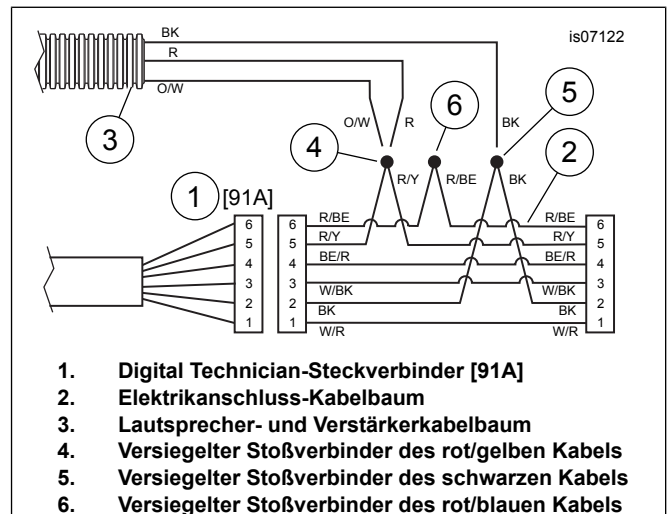

Abbildung 4. Stromlaufplan, Lautsprecher-/Verstärkerkabelbaum an Elektrikanschluss-Kabelbaum
- a. siehe Abbildung 4 Den Digital Technician-Steckverbinder [91A] (Teil 1, ein grauer, sechspoliger Deutsch-Steckverbinder mit einer Gummimanschette) unter dem Sitz suchen. Den Elektrikanschluss-Kabelbaum (2) beim Steckverbinder des Digital Technician positionieren, diese aber jetzt noch NICHT miteinander verbinden.
- b. Den Lautsprecher- und Verstärkerkabelbaum (3) zum Elektrikanschluss-Kabelbaum verlegen. Die Lautsprecher- und Verstärkerkabel ablängen, sodass die versiegelten Stoßverbinder (4 und 5) am Elektrikanschluss-Kabelbaum leicht zu erreichen sind.
- c. Das rote und das orange/weiße Lautsprecher- und Verstärkerkabel mit dem versiegelten Stoßverbinder des **rot/gelben** Kabels (4) im Elektrikanschluss-Kabelbaum verspleißen.
- d. Das schwarze Lautsprecher- und Verstärkerkabel mit dem versiegelten Stoßverbinder des **schwarzen** Kabels (5) im Elektrikanschluss-Kabelbaum verspleißen.
- f. Mit der Heißluftpistole bzw. dem Wärmestrahlungsgerät das offene Ende des versiegelten Stoßverbinders (6) auf den **rot/blauen** Kabeln im Elektrikanschluss-Kabelbaum versiegeln.
4. Ausführliche Anweisungen zu versiegelten Stoßverbindungen sind im Werkstatthandbuch zu finden. Wenn der Kabelbaum (Teile-Nr. 69200722) bisher verspleißt war, vorhandene Spleiße abschneiden. Siehe Abbildung 4 für mehrfache Spleißanordnung. Wenn der Kabelbaum (Teile-Nr. 69200722) bei einem früheren Einbau verspleißt wurde, sicherstellen, dass der 8-polige Molex-Steckverbinder vom Fahrzeug-Steckverbinder [4] abgeklemmt wird.